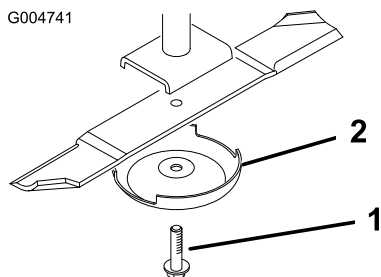

Рисунок 110
3. Снимите болт ножа, защитный колпак и нож с вала шпинделя (Рисунок 110).